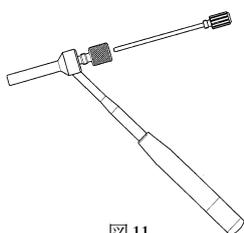

図11
- 1) プロテクションスリーブにドリルスリーブ、1.3 ガイドピンスリーブを組み付け、経皮的挿入器を用意します。(図11)